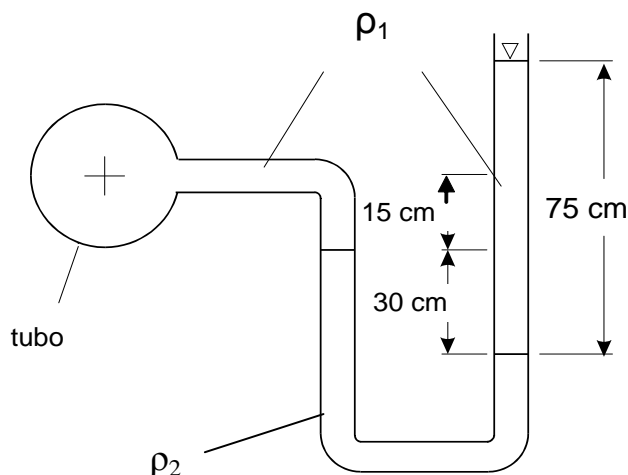

Fig. 1: Piezômetro em tubulação
4. O piezômetro da Fig. 1 é conectado a um tubo. Calcule a pressão  $p$  que se encontra no eixo do tubo para as massas específicas de  $\rho_1 = 1000 \text{ kg/m}^3$  e  $\rho_2 = 2\rho_1$ .